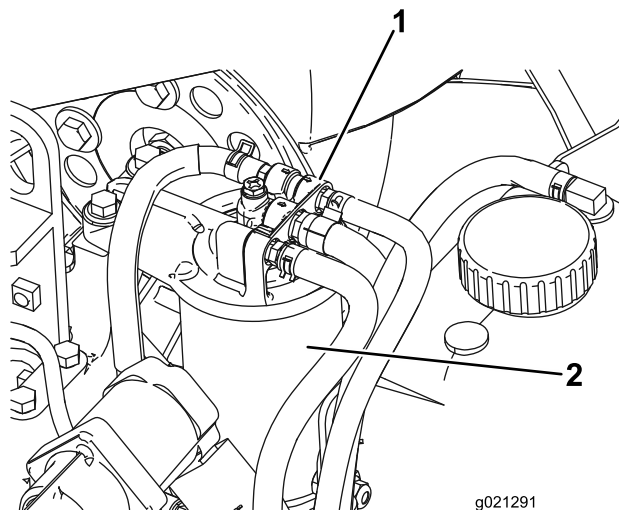

Bild 96
1. Reinigen Sie den Bereich um den Kraftstofffilterkopf (**Bild 96**).
2. Entfernen Sie den Filter und reinigen die Kontaktfläche (**Bild 96**).